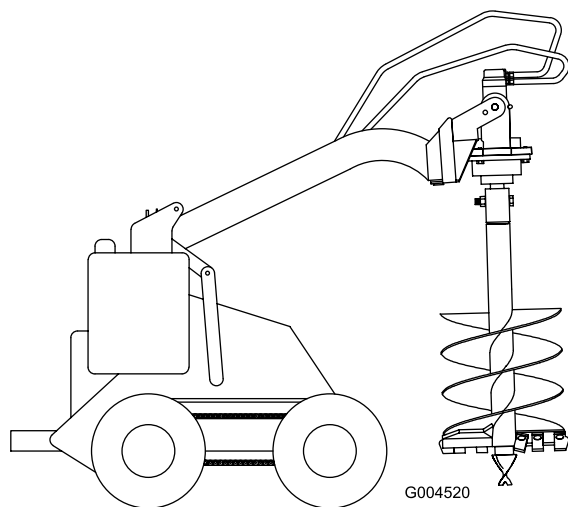

Figura 9
12. Sollevate la trivella fino a quando non si stacca da terra (Figura 9).
13. Quando la trivella è verticale, inclinate la piastra dell'attrezzo all'indietro, fino a quando la testata motrice non è a contatto con la piastra dell'attrezzo per stabilizzare la trivella ed evitare che oscilli liberamente (Figura 9).